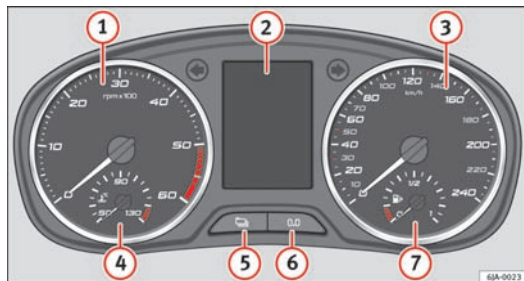

Fig. 31 Kombiinstrument
Det røde område på omdrejningstællerens skala ① ⇒ Fig. 31 ⇒ Side 53 viser det område, hvor motorstyreenheden begynder at begrænse motoromdrejningstallet. Motorstyreenheden begrænser motoromdrejningstallet til en sikker grænseværdi.
Kølevæsketermometret ⇒ Fig. 31 ⇒ Side 53 virker kun, når tændingen er tilsluttet.
Tankmåleren ⇒ Fig. 31 ⇒ Side 53 virker kun, når tændingen er tilsluttet.
Tryk på knappen **6**, og hold den nede for at nulstille triptælleren ⇒ Fig. 31 ⇒ Side 53.
Det resterende antal kilometer og dage indtil næste serviceeftersyn kan til enhver tid blive vist ved at trykke på knappen **5**, når tændingen er tilsat ⇒ Fig. 31 ⇒ Side 53.
Du kan nulstille serviceindikatoren ved at trykke på knappen **6** ⇒ Fig. 31 ⇒ Side 53.
Du kan indstille uret ved hjælp af knapperne ⑤ og ⑥ ⇒ Fig. 31 ⇒ Side 53.